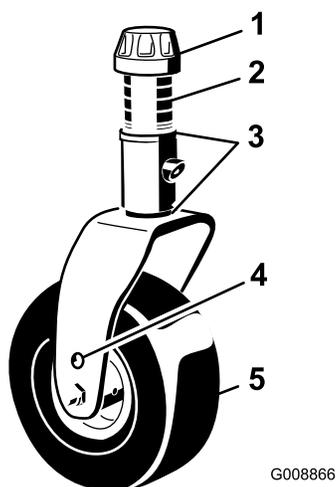

図 2
1. スピンドル・シャフトからテンショニング・キャップを取り、スペーサとスラスト・ワッシャを抜き出す (図 2)。
2. 希望する刈高に合わせてキャスト・スピンドルにスペーサを通す；図 7と図 8を参照。スピンドルにスラスト・ワッシャを通し、キャストをキャスト・アームに通す。もう一枚のスラスト・ワッシャと残りのスペーサをスピンドルに通し、テンショニング・キャップで固定する (図 2)。